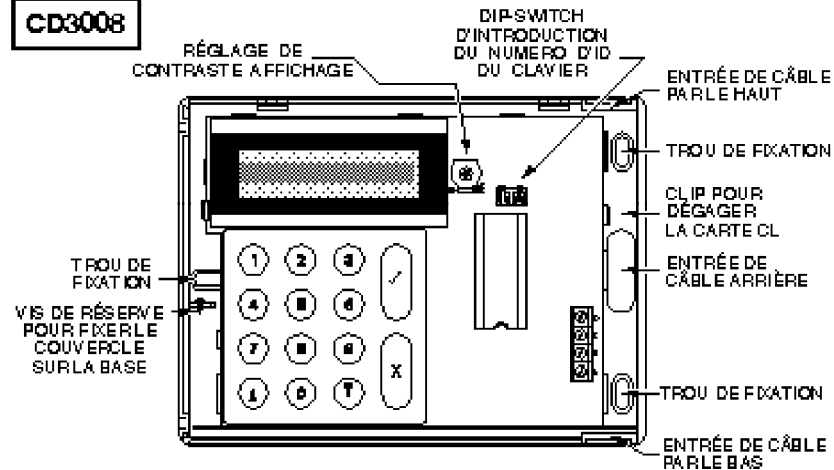

Figure 2.
2. Vérifier si le numéro d'identification du clavier est correctement réglé...un clavier doit porter le numéro 1 (voir figure 2).